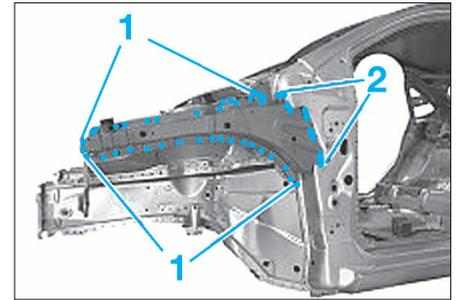

FIG. 7
- Dépointer les soudures (1) (Fig.7).